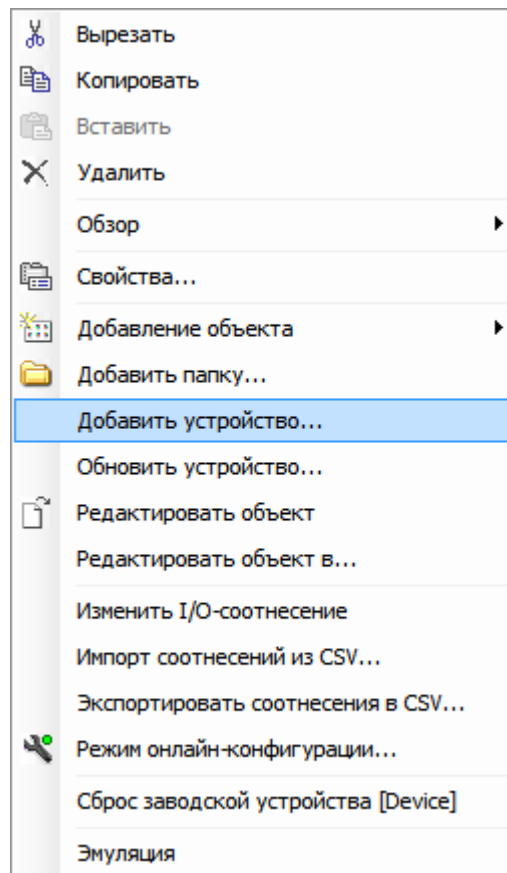

Рисунок 3.5 – Вид контекстного меню элементов дерева устройств
1. Выделить устройство **Device (ELSYMA)** в дереве устройств и выбрать команду «**Добавить устройство...**» контекстного меню (рисунок 3.5).